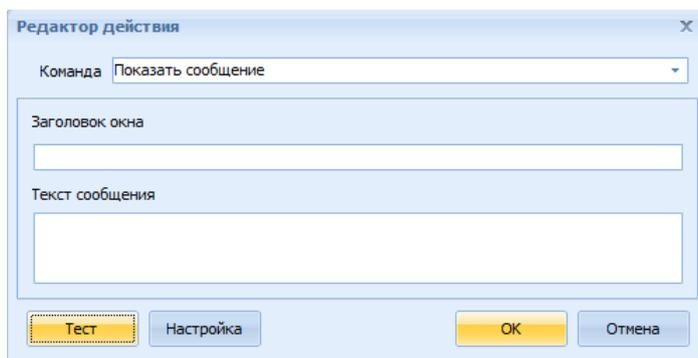

Рис. 40 Окно редактор действия: **Показать сообщение**
6) в открывшемся окне **Редактор действия** в поле **Команда** выбрать одно из возможных действий (Рис. 40). Ниже перечисляются возможные команды:
- При выборе действия **Показать сообщение** нужно ввести **Заголовок окна** и **Текст сообщения**, а при нажатии на кнопку **Настройка** можно задать параметры шрифта (цвет, тип, размер), цвет фона и выравнивание текста (Рис. 40, 41). Для проверки работоспособности сообщения следует нажать кнопку **Тест**. По окончании настройки необходимо нажать **Ок**.